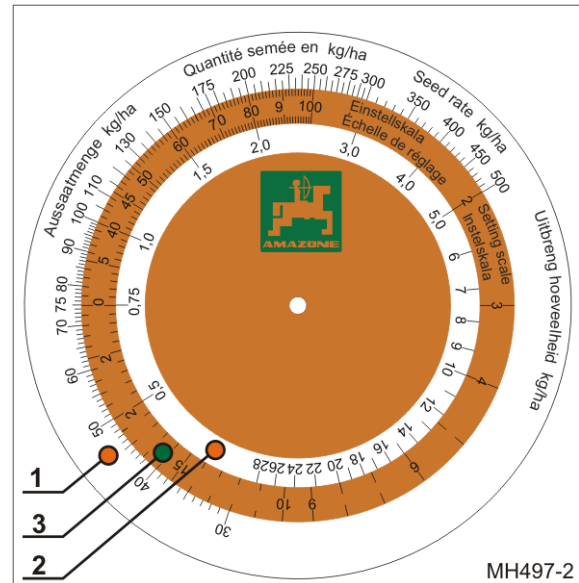

Рис. 70
- зовнішня біла шкала (Рис. 70/1) для всіх норм висіву понад 30 кг/га
- внутрішня біла шкала (Рис. 70/2) для всіх норм висіву до 30 кг/га
- кольорова шкала (Рис. 70/3) з усіма положеннями редуктора від 1 до 100.
Лічильний диск (Рис. 70) не потрібний при електронному регулюванні норми висіву.